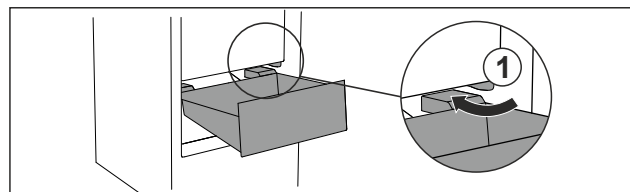

Fig. 26
- Обойдите стопор Fig. 26 (1) выдвижного ящика под наклоном.